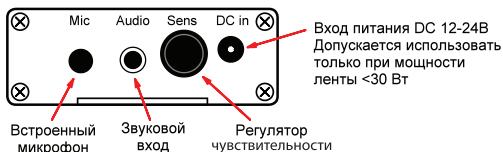

Рис.2. Назначение элементов, расположенных на боковой стороне контроллера.
- 3.6. При использовании аудиовхода, подключите источник сигнала ко входу **Audio** (Рис.2). Учтите, что при подключении коннектора к аудиовходу, встроенный микрофон отключается.